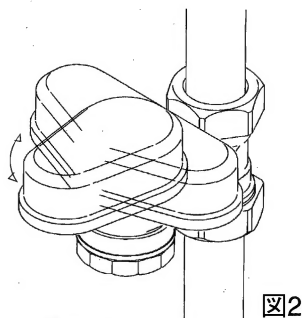

図2
- ・『通気番ぶち』はドーム部が回転（最大200°）しますので、胴体部を保持するようにして施工してください。（図2）